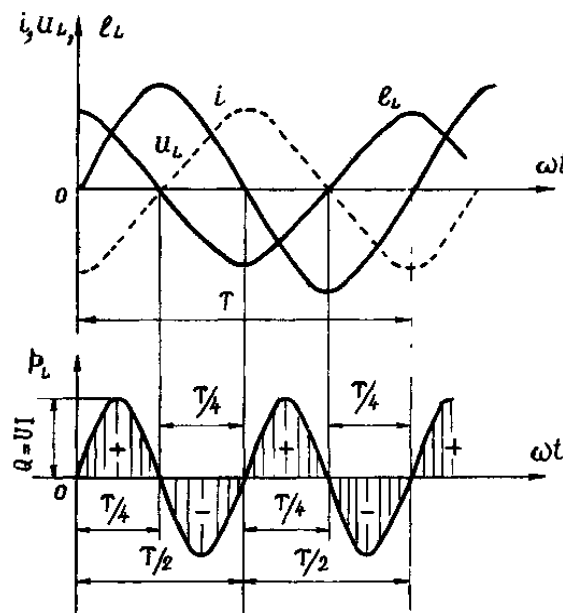

Рис. 5. Графики изменения тока  $i$ , напряжения  $u_L$ , ЭДС  $e_L$  и мощности  $p_L$  для цепи с идеальной индуктивной катушкой
Из выражения (11) видно, что мгновенная мощность в цепи с катушкой изменяется по закону синуса с двойной частотой  $2\omega$ . На рис. 5 показаны графики изменения тока  $i$ , напряжения  $u_L$ , ЭДС  $e_L$  и мощности  $p_L$  для цепи с идеальной индуктивной катушкой. Из графиков, изображенных на рис. 5, видно, что в первой и третьей четвертях периода изменения тока катушка запасает энергию в своем магнитном поле, а во вторую и четвертую четверти периода – полностью возвращает ее обратно источнику. Таким образом, в идеальной катушке имеет место периодический обмен энергией между внешним источником и магнитным полем. Несмотря на отсутствие тепловых потерь, такое движение энергии создает нагрузку источнику.